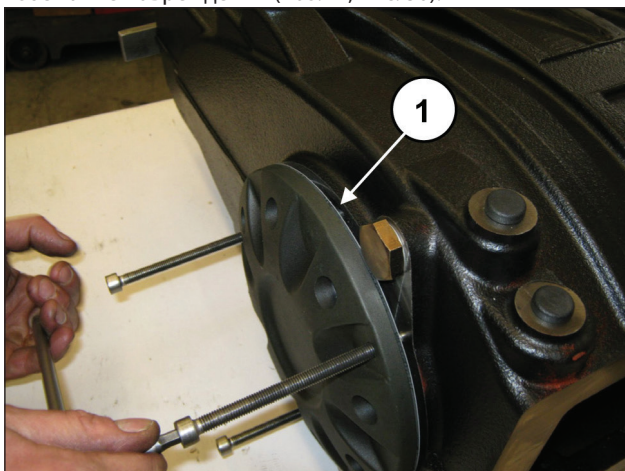

Рис. 29
Постепенно закручивайте 3 винта М8 (поз. ①, Рис. 29) для предупреждения слишком сильного наклона крышки и ее застопоривания в гнезде.